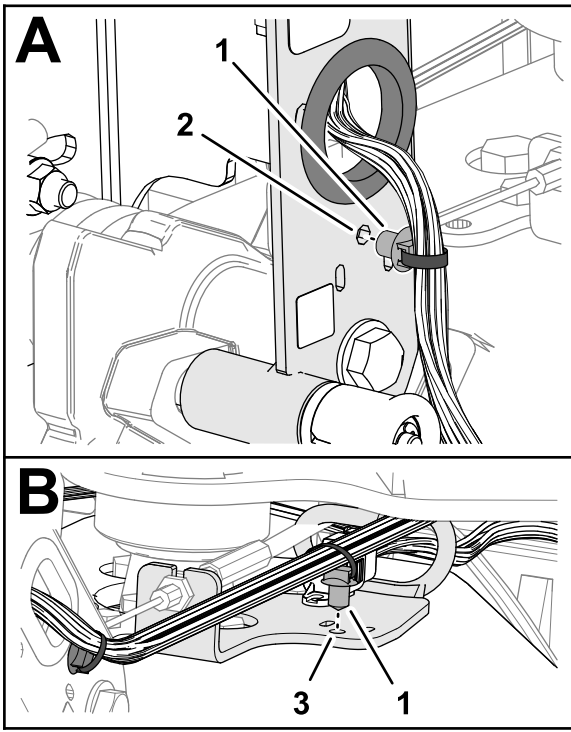

Bild 10
4. Stecken Sie den Einsteckanker des Maschinenkabelbaums in das Loch im Lenkerkanal (Bild 10).